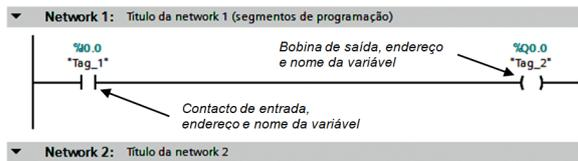

Figura 13. Elementos de um programa em linguagem Ladder.
A instrução indica o que fazer, função a executar, enquanto que o endereço indica como a executar. O endereço é constituído por um identificador de operação e de um parâmetro que define a área de memória do PLC. A associação %I0.0 corresponde ao modo de programação adotado (%), segundo a IEC 61131-3), a utilização da letra (I) identifica uma operação de leitura da entrada definida pelos dígitos 0.0. A letra Q (ver Figura 13) identifica uma saída (operação de escrita) sendo que a letra M é usada como marcador, ou seja, como endereço de memória. Outras letras poderão ser utilizadas quer para identificar variáveis quer funções especiais.